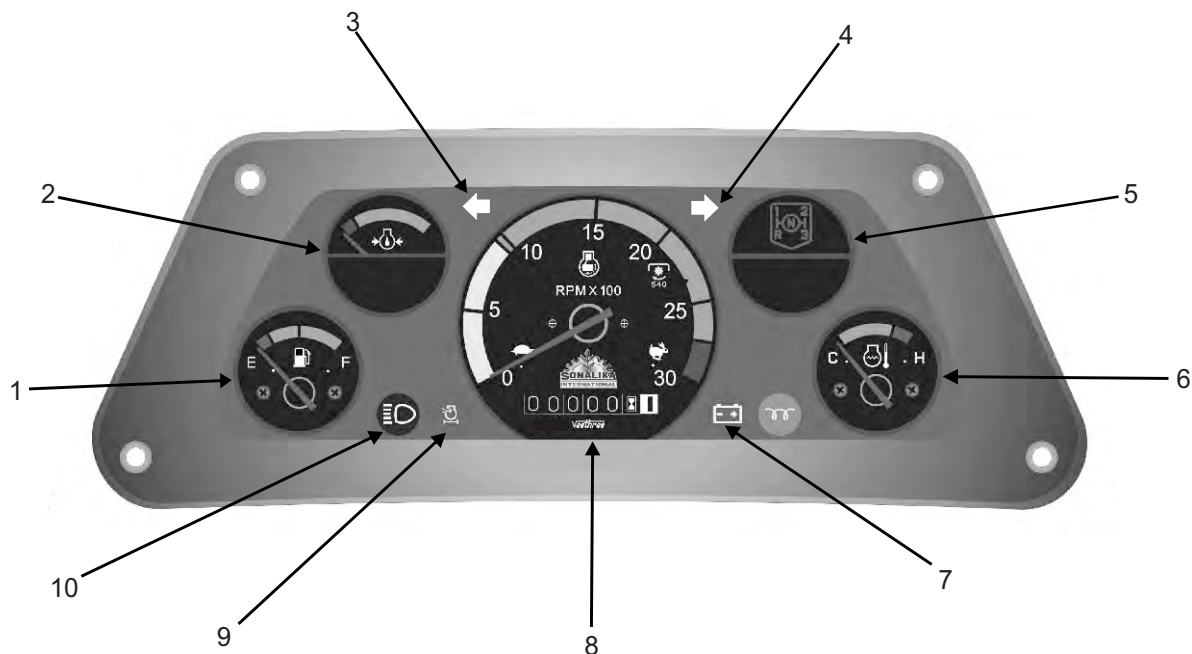

Abb. 3.2a
3.2a Instrumententafel (für Modell 20) - Abb. 3.2a